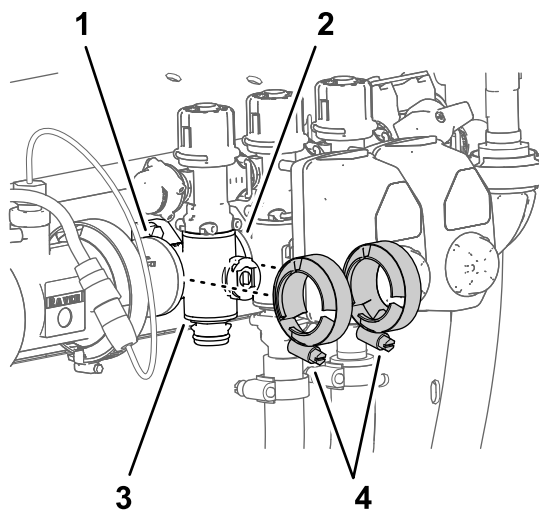

Figura 111
3. Retire as 3 braçadeiras da flange que prendem a válvula do coletor da secção às flanges dos componentes adjacentes (Figura 111).